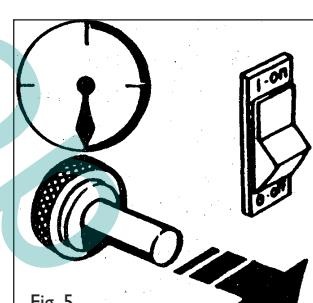

Fig. 5
- När flamman tänds ska du hålla ventilknappen intryckt i cirka 10 sekunder (bild 5). Om värmaren slöknar när du släpper ventilknappen ska du vänta en minut, upprepa startproceduren och hålla ventilknappen intryckt längre.